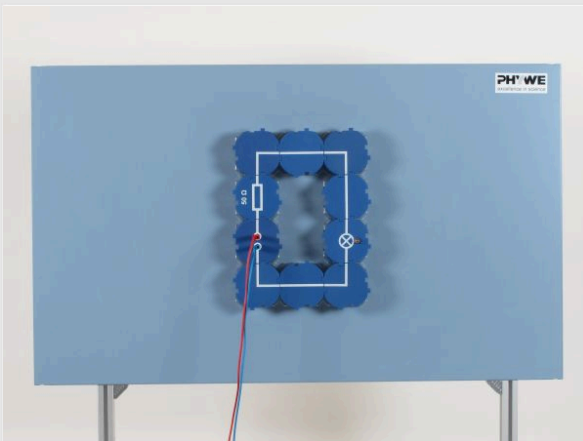

Figura 2
- Preparar el experimento según la figura 2.